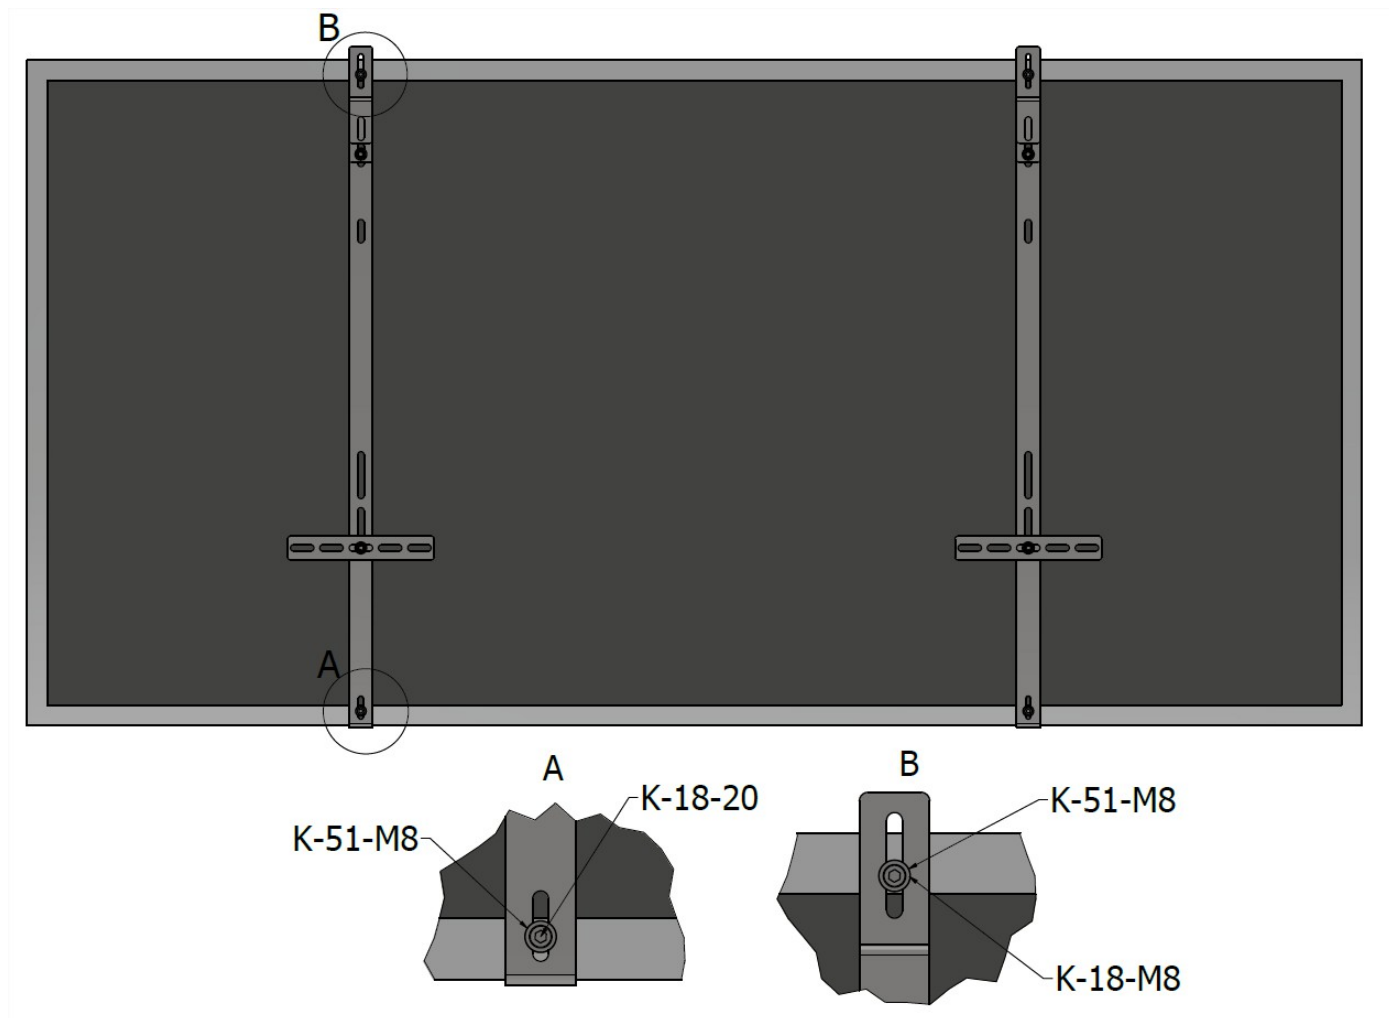
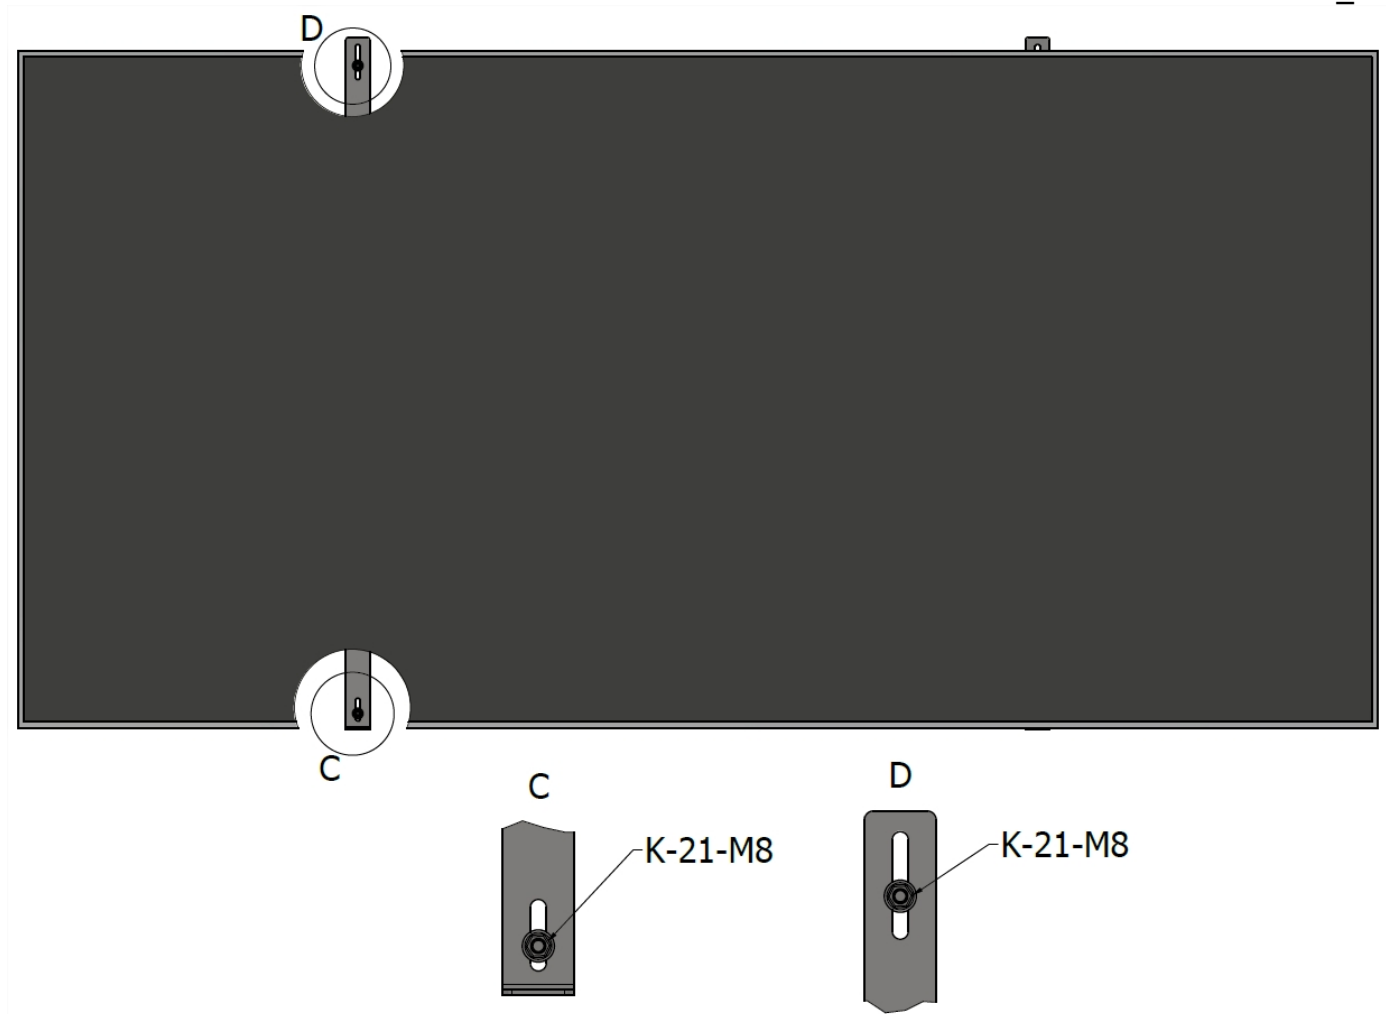

FIG.5 Instalarea modulului (vedere I)
FIG. 6 Instalarea modului (vedere II)
2. Pentru aceasta, utilizați patru șuruburi cu cap hexagonal K-18-20, patru șaibe K-51-M8 și patru piulițe K-21-M8 (FIG.5, FIG.6).